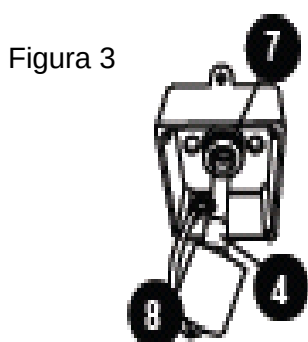
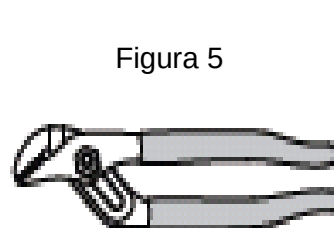

Figura 3
Figura 5
4. Espere a lâmpada ultravioleta esfriar completamente. Após esfriar, remova a tampa do Sistema CLEARARRAY (10) e a vedação (9) removendo os quatro parafusos (11).
5. Remova o soquete da lâmpada (8) deslizando-o sobre o cabo fora da porca de Compressão (7), Figura 3
8. Remova a porca de compressão (7) virando-a no sentido anti-horário, Figura 3. Utilize um par de alicates se necessário, Figura 5.
19. Deslize a nova lâmpada UV (4) de volta para dentro do tubo de quartzo, Figura 3.
20. Reinstale a lâmpada (8) de volta com a porca de compressão(7).
21. Reinstale a tampa de fechamento (10) com a vedação (9) e aperte com os parafusos.